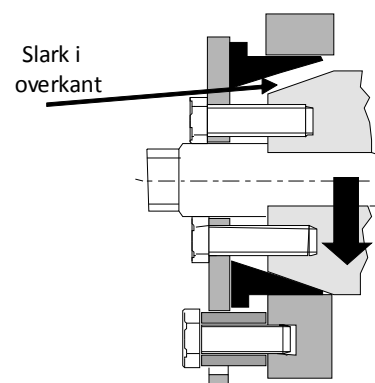

Fig.5. Tung last på boltene hindrer en fullstendig tiltrekking. Avlast bolt før tiltrekking.
- ❖ Trekk til plateskruene/mutter og senteraksling med angitt moment for å ekspandere konhylsene. "Avlast" utstyret først. Egenvekten av utstyr kan hindre effektiv tiltrekking (se fig.5).